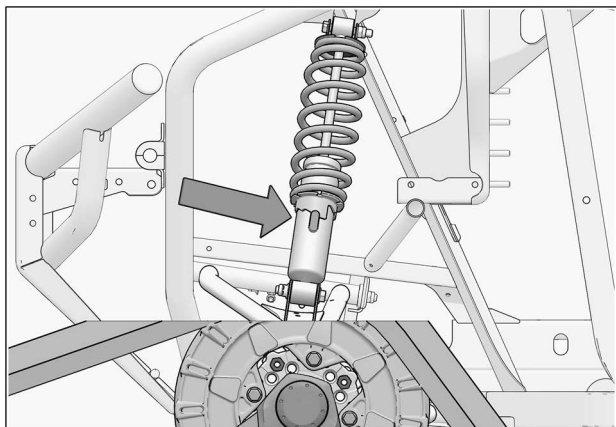

Fig. 33
1. Vérifier l'ajustement de la suspension; si les amortisseurs sont réglables, ils doivent être réglés au niveau le plus ferme pour permettre un maximum de dégagement entre les systèmes et les ailes du véhicule. Voir la Fig. 33